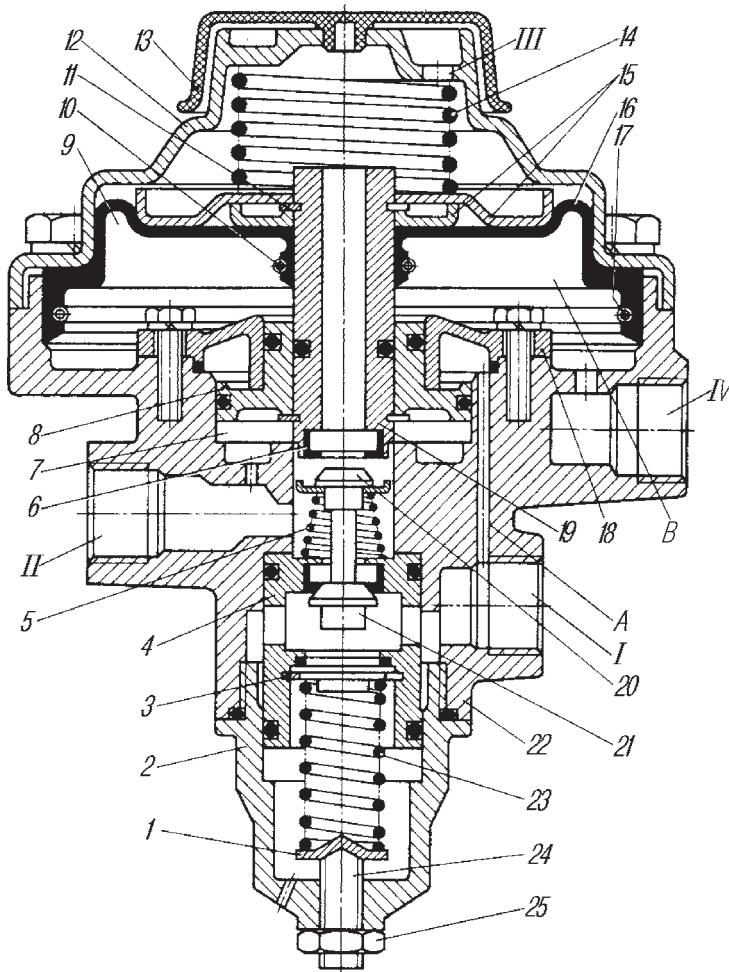

Рис. 74. Клапан управления тормозами прицепа:
**Клапан управления тормозами прицепа**, показанный на рис. 74, предназначен для управления однопроводной системой привода тормозов прицепа, а также для ограничения давления сжатого воздуха, поступающего в пневматическую систему тормозов прицепа до заданного уровня.